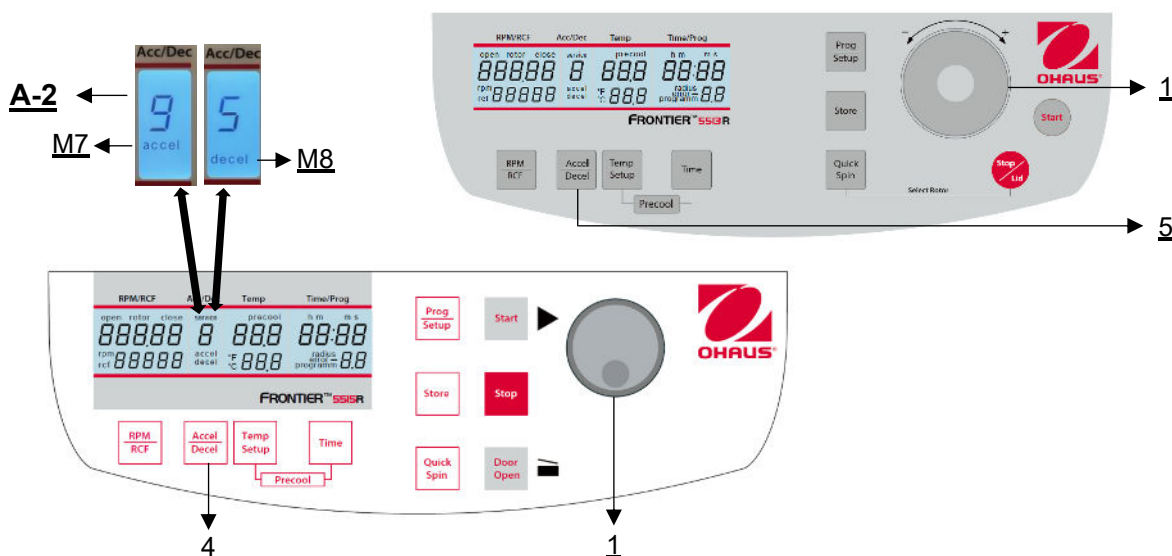

Figure 14
Cette fonction est activée par la touche "Accel/Decel" (4) (voir figure 14).